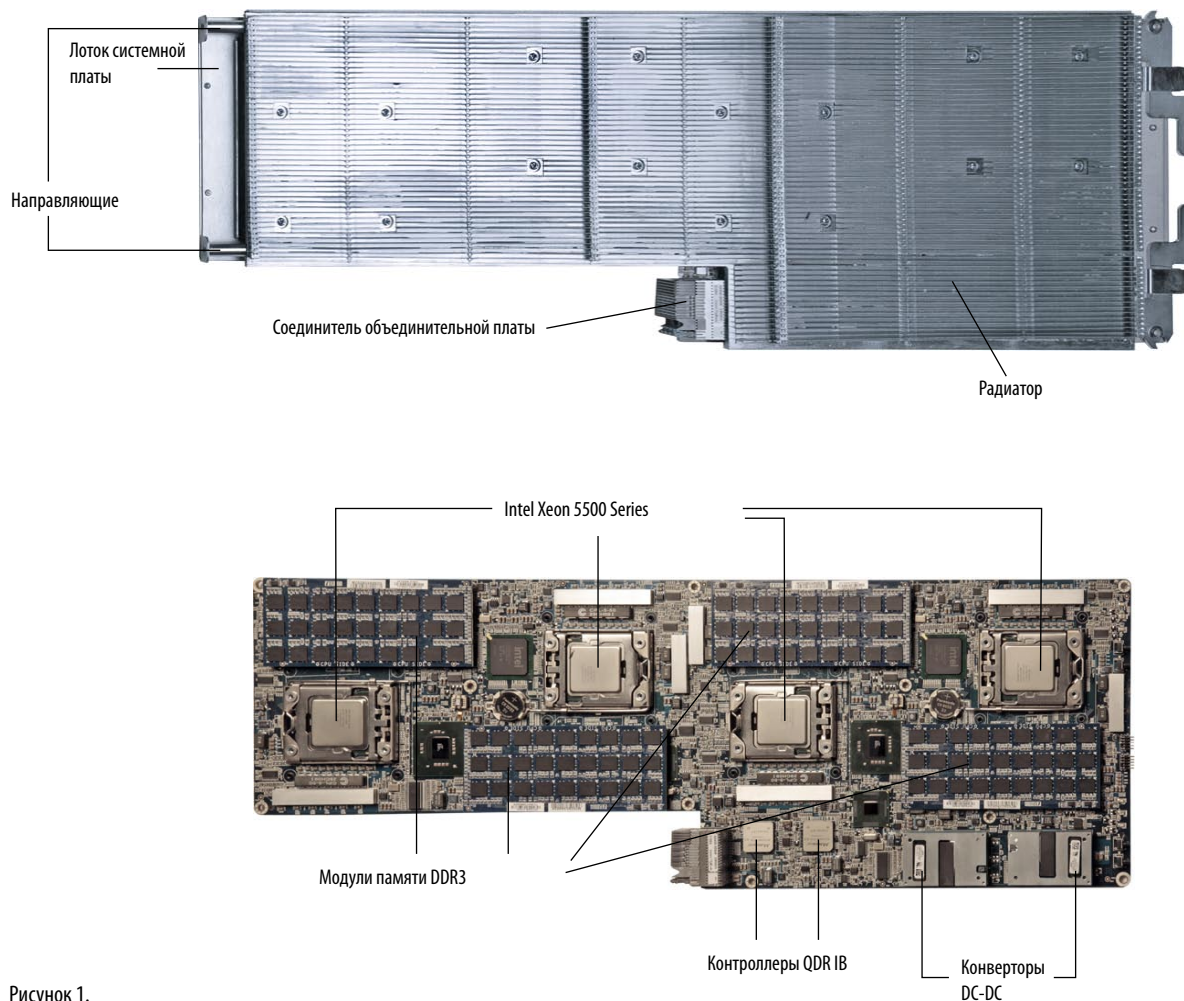

Рисунок 1.
Вычислительный узел T-Blade 2 состоит из одной печатной платы (PCB) с двумя отдельными двухпроцессорными узлами на ней, смонтированными на специально спроектированном радиаторе для обеспечивающем необходимое охлаждение всего модуля. Каждая плата блейд-модуля поставляется с предустановленными модулями памяти (Рисунок 1) в упаковке, включающей 16-подобных узлов.
- Два монтажных крепления (механизм фиксации, Рисунок 1).